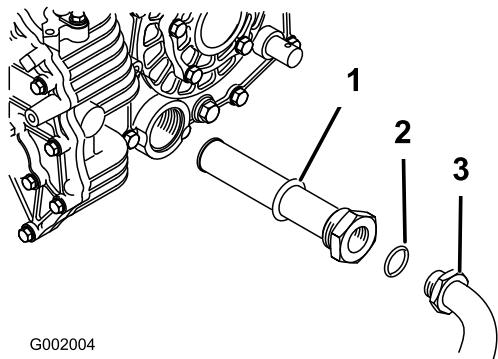

Figura 67
- Togliete il flessibile idraulico ed il connettore a 90° (Figura 67).